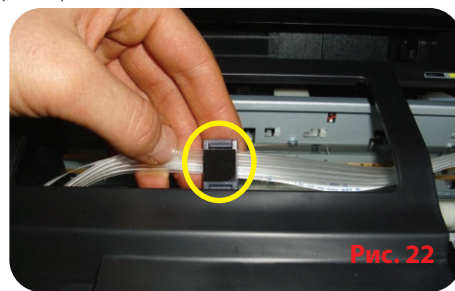
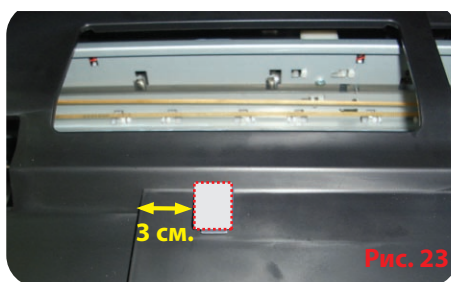
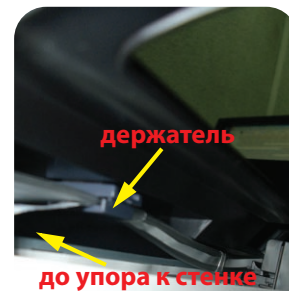

Рис. 22
Рис. 23
Рис. 24
6.7. Установите маленькую клипсу-держатель на шлейф. Проконтролируйте, чтобы шлейф от каретки шел прямо и не перекручивался, также силиконовый шлейф должен находиться ближе к скотчу клипсы, и информационный шлейф ближе к защелке клипсы. Отделите защитную пленку от двухстороннего скотча держателя. (Рис. 22) Приклейте держатель (место расположения Рис. 23), при этом постарайтесь разместить его в упор со внутренней перпендикулярной стенкой принтера. (Рис. 24).